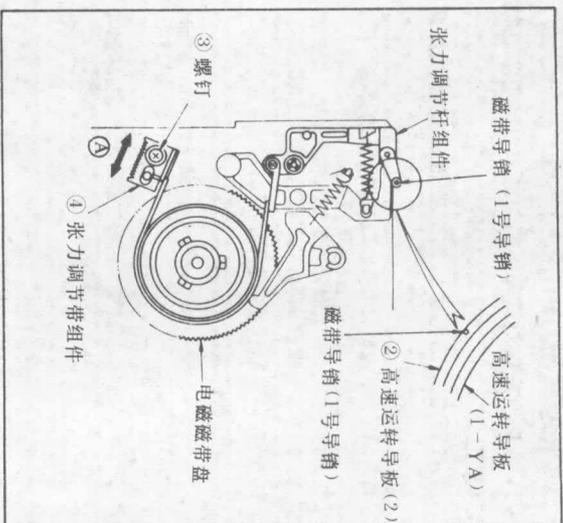

图 32 张力调节杆位置调整
- 2) 拧松螺钉③，按箭头④所示方向移动张力调节带组件④，直至张力调节杆组件①的磁带导销(1号导销)位于高速运转导板(2)②外周内部为止，如图 32 所示。